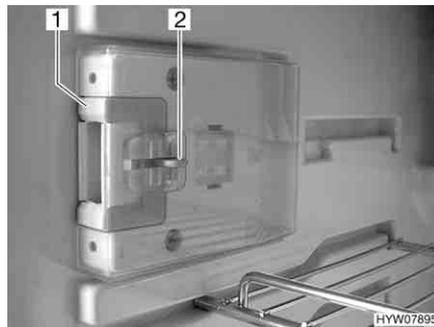
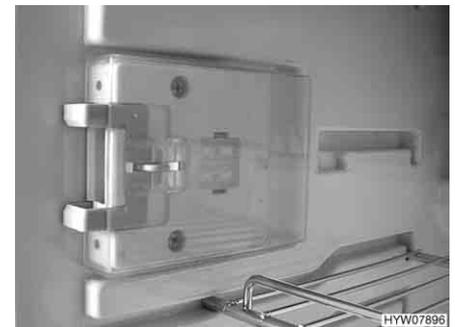

Fig. 201 Dispositivo di chiusura in posizione normale
Fig. 202 Dispositivo di chiusura in posizione di ricircolo d'aria
- Premere il dispositivo di sblocco (Fig. 201,2).
- Spingere il dispositivo di chiusura (Fig. 201,1) in avanti (Fig. 202).